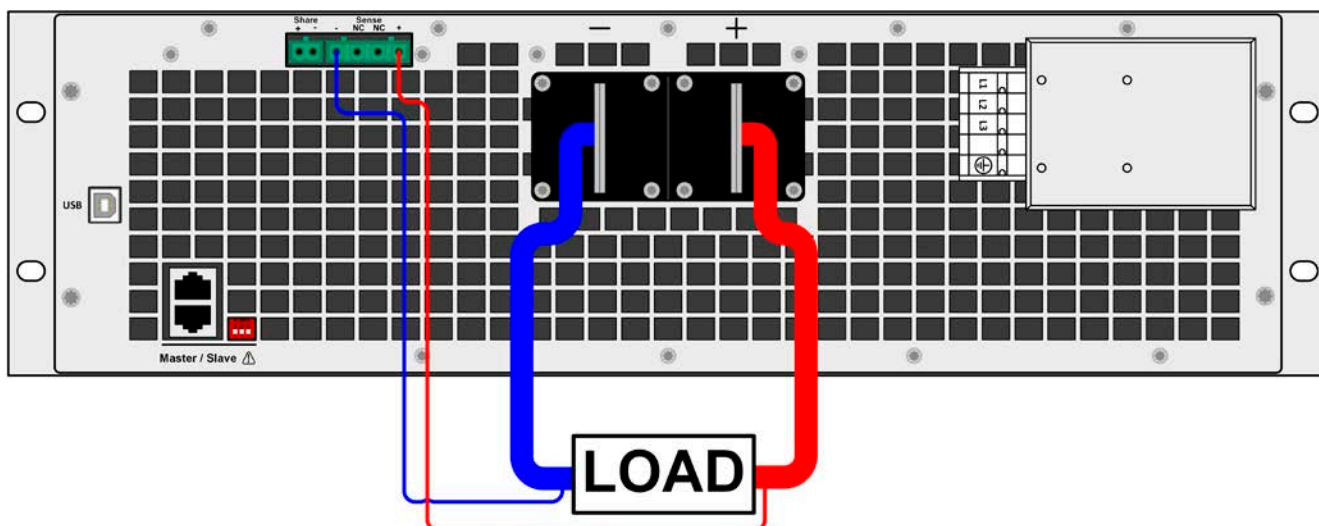

Imagen 8 - Ejemplo de un cableado de detección remota
- La detección remota es solo eficaz durante un funcionamiento de tensión constante (VC) y para otros modos de regulación, la entrada de detección se debe desconectar en la medida de lo posible porque conectarla generalmente incrementa la tendencia a la oscilación
- Los cables de detección + deben conectarse a los contactos + de la carga y los cables de detección - a los - de la carga ya que, de lo contrario, la entrada de detección de la fuente de alimentación podría resultar dañada. Véase un ejemplo a continuación *Imagen 8*.